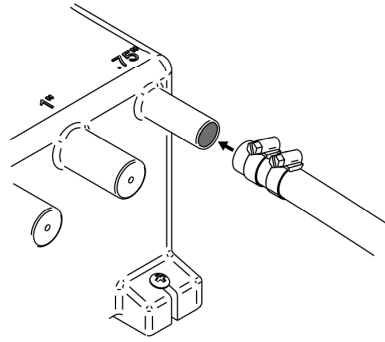

Figura 7 – Fissaggio del tubo flessibile all'apertura del pozzetto di raccolta
Passo 3: Fissare tutte le tubazioni flessibili alle aperture selezionate usando delle fascette per tubi flessibili adeguate, come illustrato nella figura 7. Verificare che non siano presenti perdite. Non serrare eccessivamente le fascette per tubi flessibili.